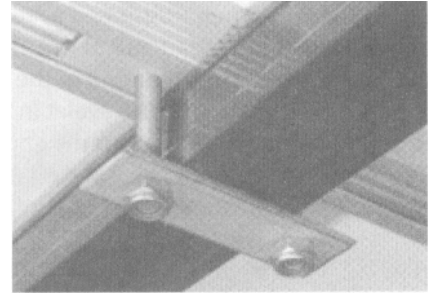

Figure 3
3. Bringen Sie das Dachzelt an vier Stellen (siehe Abbildung3) an Ihrem Dachträger/Dachreling an. Benutzen Sie dazu 2 Schrauben und 2 Gleitbleche mit dem Basisblech um das Gestänge aufzuhängen. 1 Paar in jeder Ecke.
/*(Abbildung3)